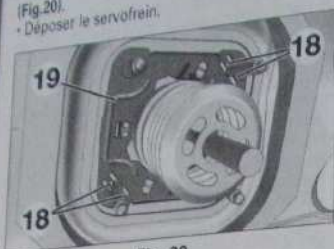

Fig. 20
- Ecarter les agrafes (18) de la tôle de maintien (19) (Fig. 20).